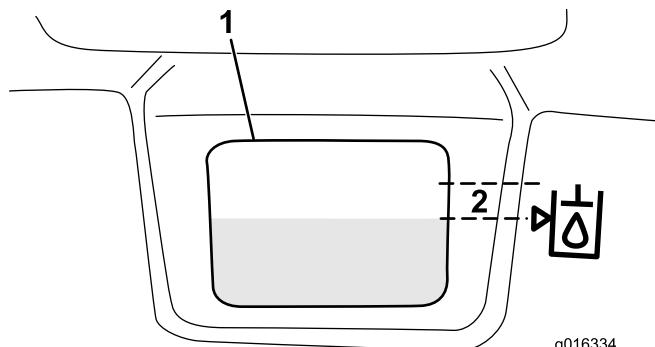

图33
3. 将适当的液压油缓慢注入油箱，直至油位达到油箱前面白色窗口旁边符号箭头所指的 6mm 或以下位置（图 33）。切勿过量添加。